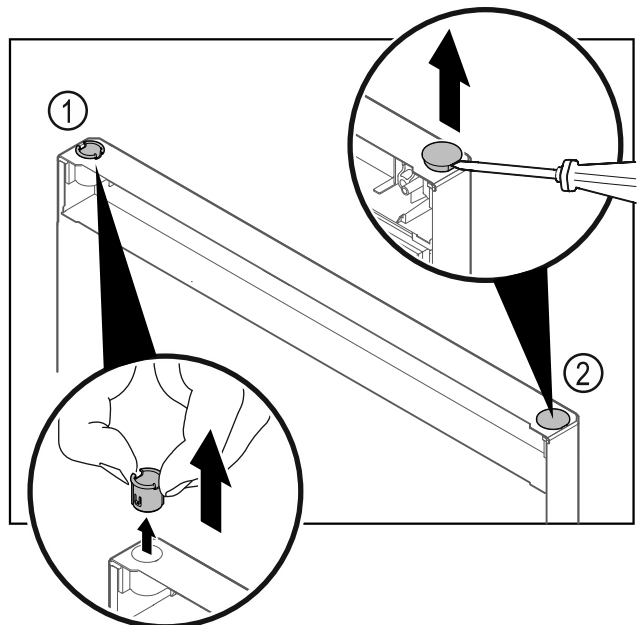

Fig. 28 Dør kjøleseksjon
- ▶ Trekk ut hengselbøssingen Fig. 28 (1) med fingrene.
- ▶ Løft dekkstøpset Fig. 28 (2) forsiktig opp med en skruetrekker, og trekk det av.